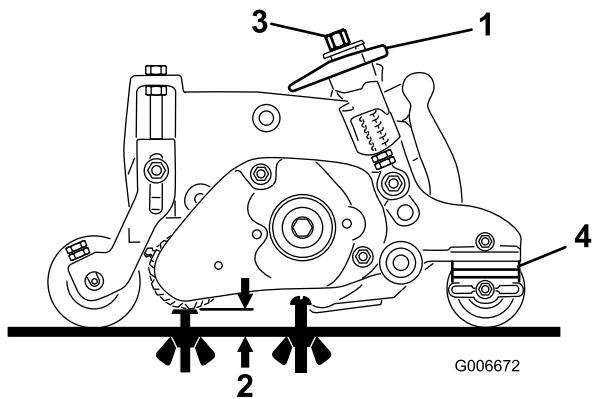

Figura 42
3. Portate le leve rapide (Figura 42) in posizione di inserimento (Engaged – l'impugnatura è rivolta verso la parte anteriore dell'apparato di taglio). **Per impostare la barra di riferimento consultate la tabella dei range di altezze di taglio (HOC) e di grooming (HOG) consigliati.**
4. Da un lato del cilindro grooming, misurate la distanza tra la punta inferiore della lama grooming e la superficie di lavoro (Figura 42). Girate la manopola di regolazione dell'altezza (Figura 42) per sollevare o abbassare la punta della lama grooming all'altezza opportuna.